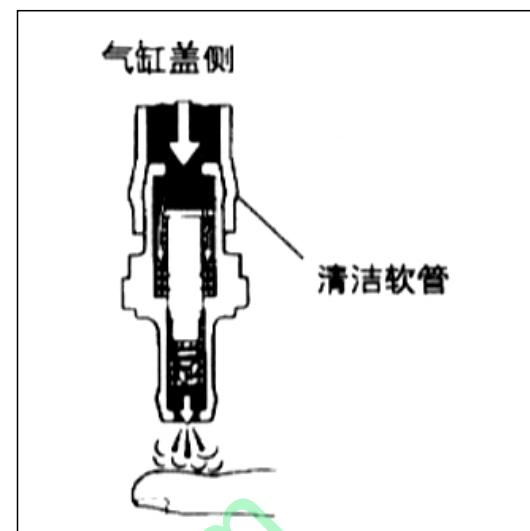

图5-2-1
(1) 从缸盖一侧往 PCV 阀中吹空气，检查气路是否畅通 (图 5-2-1)。